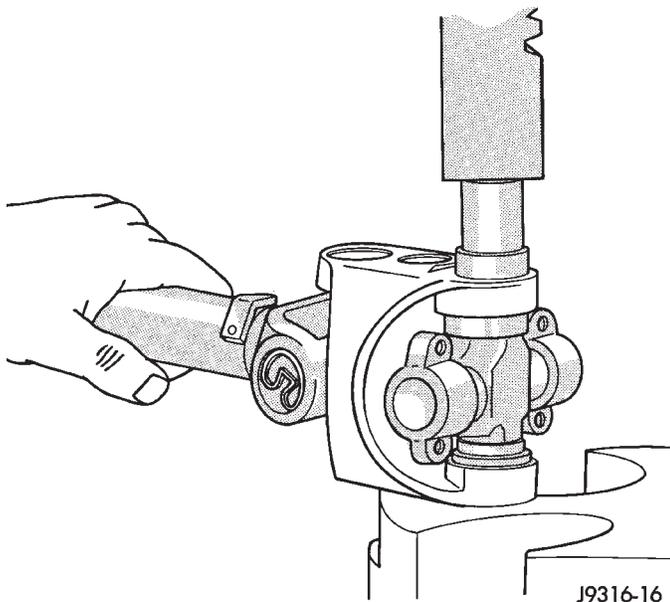

Fig. 30 Pressione a Tampa de Rolamento Para Dentro
(11) Pressione as duas tampas de rolamento restantes em seus lugares e instale os anéis de pressão (Fig. 30).